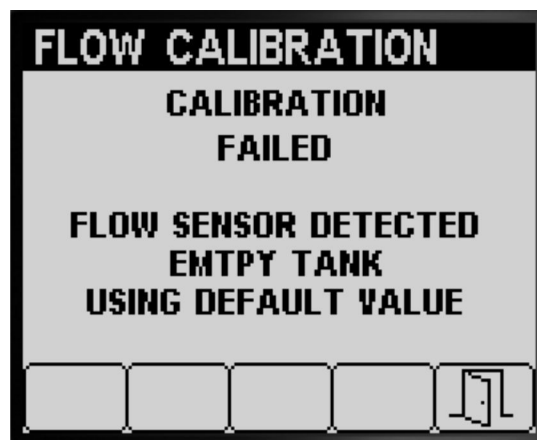
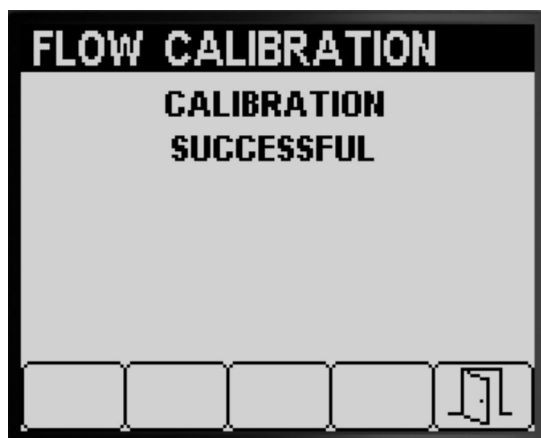
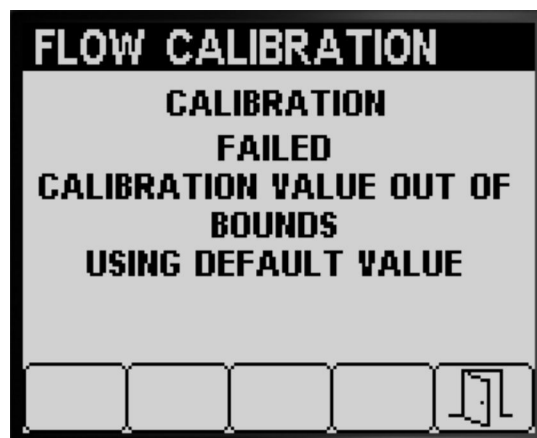

Figura 56
Figura 55
Figura 57
- Aparece un mensaje para confirmar que la calibración de caudal ha finalizado con éxito (Figura 55).
Si el valor de calibración está fuera de los límites (Figura 57), póngase en contacto con su servicio técnico autorizado de Toro; de lo contrario, revise el mensaje de error y repita los pasos de calibración descritos en Preparación de la prueba de volumen (página 18), Realización de la prueba de volumen de la sección de fumigación (página 20) y Realización del cálculo de calibración (página 21).
- Aparece un mensaje para indicar que la calibración de caudal ha finalizado con error (Figura 56).
3. Pulse el botón 5 para salir de la pantalla Calibración de velocidad (Figura 55, Figura 56 y Figura 57).